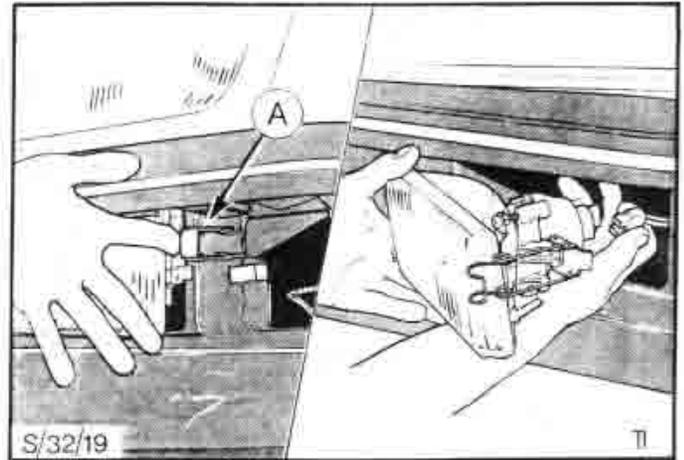

Fig. 8. Lámpara Anti-Niebla.
2. Desenganche la lámpara "A" fig. 8, desconecte el enchufe múltiple y hale la lámpara.